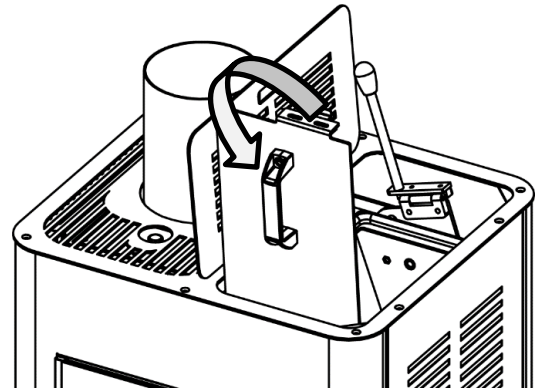

Fig.16
- Aprire il coperchio del serbatoio (fig.16).